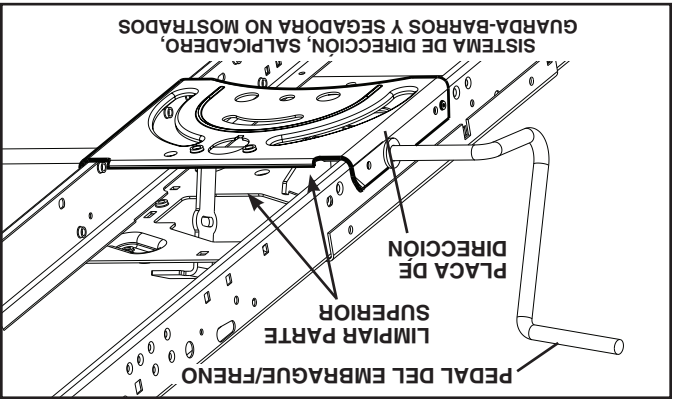

Fig. 32
- Limpie los desechos de la placa guía. Los desechos pueden limitar el movimiento del eje del pedal del freno/embrague, lo que hará que patine la correa y que se pierda la tracción. Vea Fig. 32.